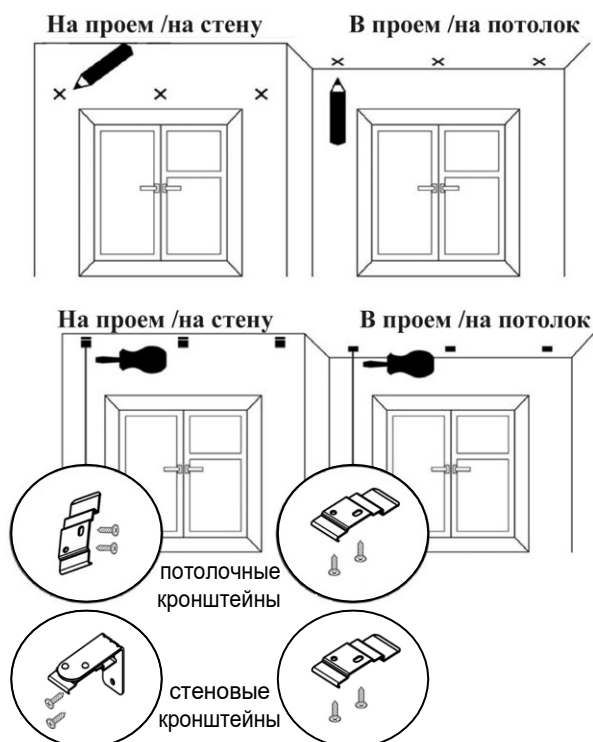

Рис. 6. Пример установки кассетных штор AMG
1. Разметить предполагаемые места крепления кронштейнов. Количество кронштейнов зависит от ширины изделия. Крайние кронштейны устанавливать максимально близко к краям (Рис.6).